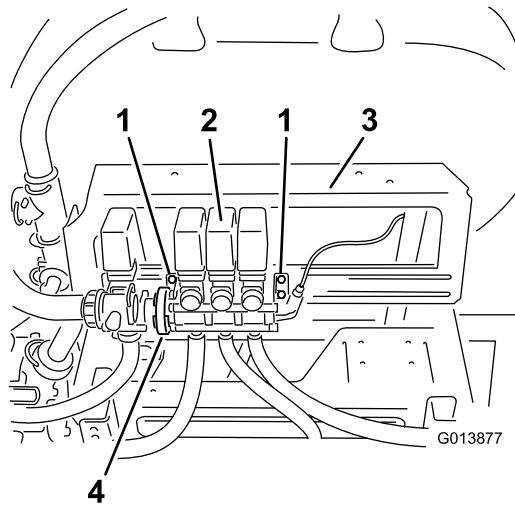

Figura 4
- Desaperte, mas não retire, os parafusos que prendem o conjunto da válvula da rampa ao suporte de montagem (Figura 4).
- Desaperte o grampo do parafuso sem fim que prende a válvula de agitação ao conjunto da válvula da rampa (Figura 4).